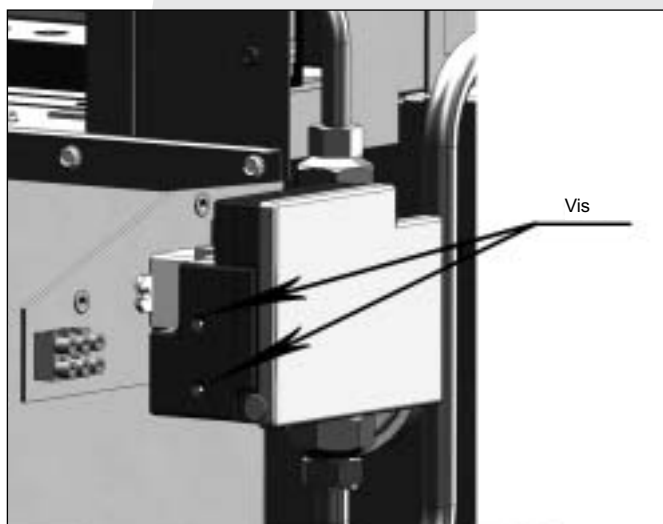

Fig. 15
- Retirez les 2 vis du couvercle sur la séquence d'allumage automatique (voir la fig. 15)